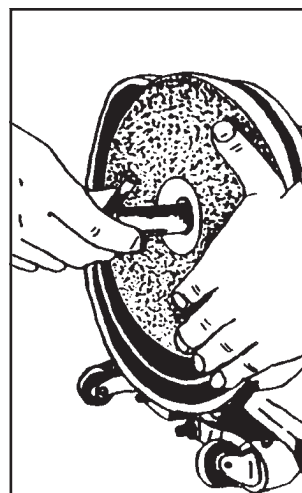

Figura 4
5. Ponga una mano sobre el papel de lija. Con la llave especial, gire el tornillo en sentido horario con la otra mano. Asegúrese de que el tornillo quede apretado. Consulte la Figura 4.